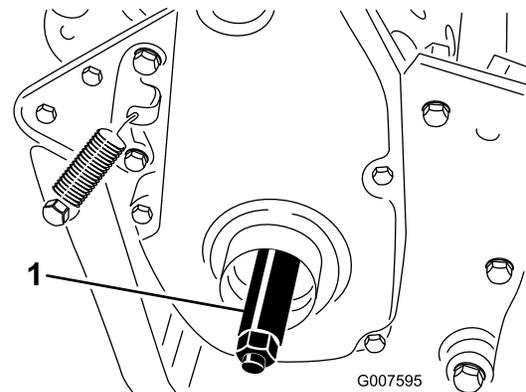

Figura 7
3. Enrosque o eixo direito da roda na polia da transmissão do lado direito da máquina (Figura 7).